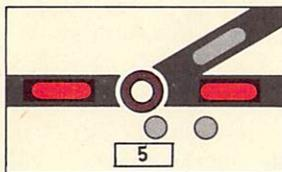

Bild 63
- (1) a) Leuchtet der Stellungsmelder einer Weiche oder der Gleismelder eines Gleises rot, ohne daß der Abschnitt besetzt ist, ist die Gleisfreimeldeanlage gestört.
- (2) Gestörte Gleisfreimeldeanlagen mit Achszählern können durch Bedienen der Achszählgrundstellungstaste und der Weichentaste bzw. der Gleistaste in Grundstellung gebracht werden. Diese Weichen- und Gleistasten haben eine braune Grundfarbe und sind mit einem weißen Punkt gekennzeichnet (vgl. Bild 63). Sind mehrere ferngestellte Weichen zu einem Fréimeldeabschnitt zusammengefaßt, ist nur eine der braunen Weichentasten mit einem weißen Punkt gekennzeichnet, die dann zu benutzen ist.